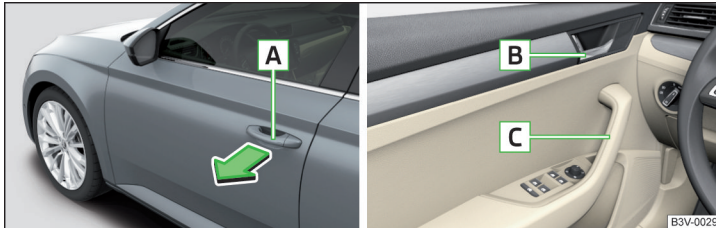

Abb. 39 Türgriff/Türöffnungshebel
- Am Türgriff **A** in Pfeilrichtung ziehen » Abb. 39.